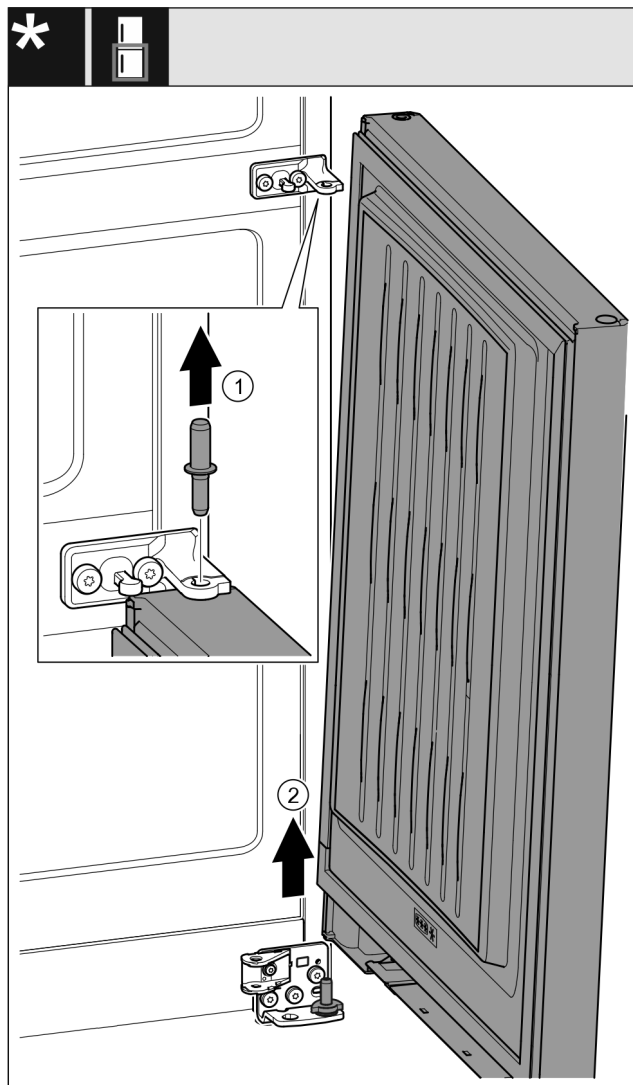

Fig. 21 \*
- ▶ Bolzen nach oben herausziehen. Fig. 21 (1) \*
- ▶ Tür herausschwenken, nach oben ziehen und beiseitestellen. Fig. 21 (2) \*